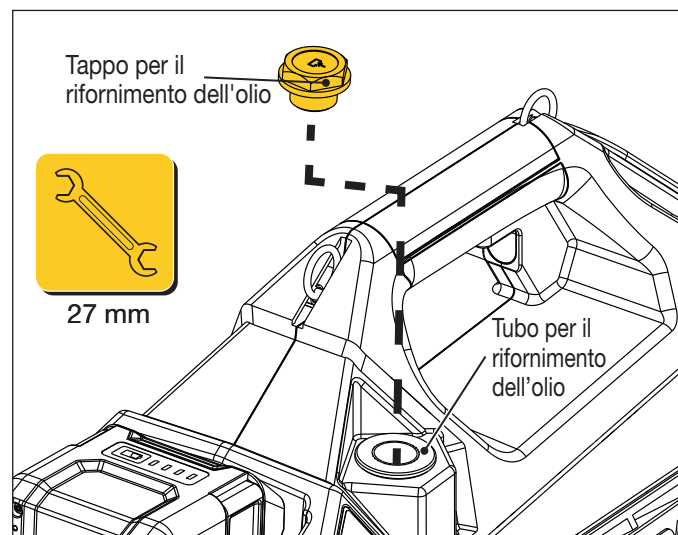

Figura 12: Posizione per il rifornimento dell'olio
2. Con l'interruttore di alimentazione in posizione ON (I), tenere premuto il pulsante DUMP [O] o [X] per scaricare la pressione idraulica residua nel sistema.
3. Spegner l'interruttore di alimentazione della pompa (O).
5. Rimuovere il tappo per il rifornimento dell'olio dalla relativa apertura. Utilizzare una chiave da 27 mm. Vedere la Figura 12.
2. Con l'interruttore di alimentazione in posizione ON (I), tenere premuto il pulsante DUMP (⊙) o (⊗) per scaricare la pressione idraulica residua nel sistema.
4. Rimuovere il tappo per il rifornimento dell'olio dalla relativa apertura. Utilizzare una chiave da 27 mm. Vedere la Figura 12.